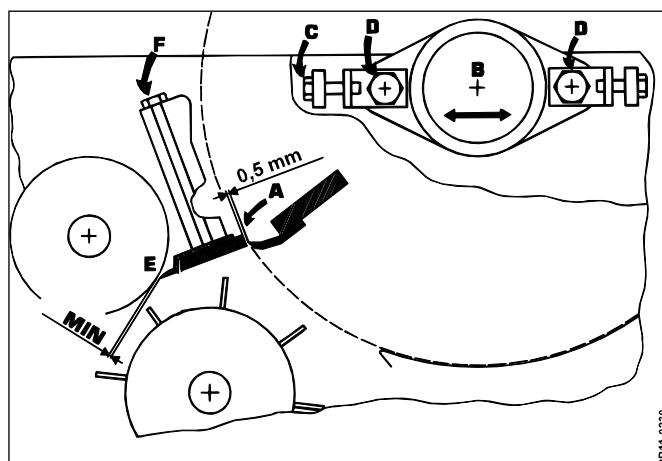
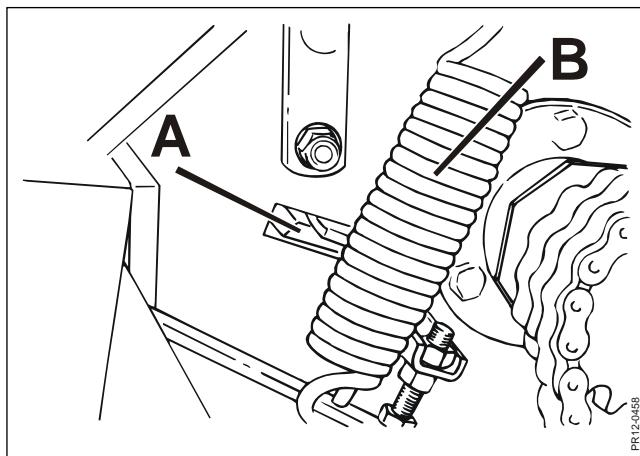

Fig. 4-3
Fig. 4-4
**Fig. 4-3** Afstanden **A** mellem rotorens knife og modskæret kontrolleres med jævne mellemrum med den medleverede lære (afstandsmåler). Der tilstræbes en afstand på 0,5 mm. Er det nødvendigt at justere afstanden, løsnes rotorens 2 lejehuse **B**, og der justeres med skruerne **C**. Efter justeringen og afstanden er kontrolleret, spændes lejehusenes bolte **D** med momentnøgle til 27 kgm (270 Nm).
**Fig. 4-4** Afskraberen demonteres ved, at skruerne **F** (på fig. 4-3), som også holder modskæret, fjernes, og afskraber og modskær kan trækkes ud af åbningen **A** i siden på rotorhuset. Fjederen **B** til pigvalsen skal først løsnes eller afmonteres for at få plads.